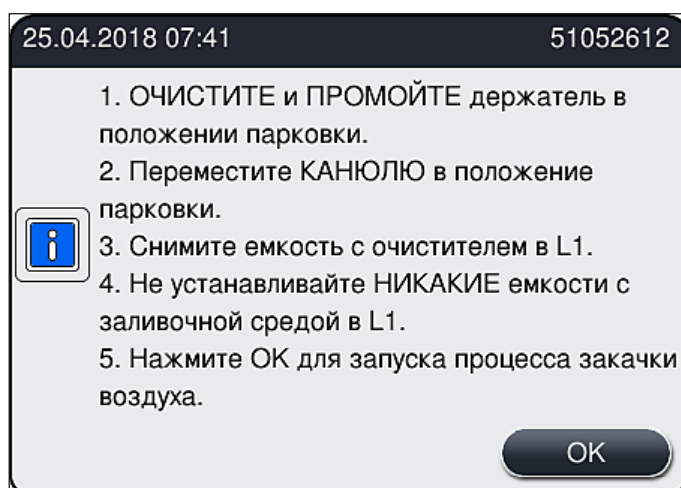

Рис. 106
4. Ознакомьтесь со следующим информационным сообщением (→ Рис. 106), содержащим инструкции, и подтвердите его нажатием на **ОК**.